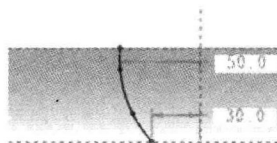
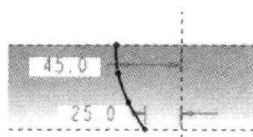

图 1.5 草绘 1
图 1.6 草绘 2
Step4. 创建图 1.5 所示的草绘特征——草绘 1。单击工具栏中的“草绘”按钮 ；选取
FRONT 基准平面为草绘平面, 选取 RIGHT 基准平面为参考平面, 方向为 **右**; 绘制图 1.5 所示的草图。
Step6. 创建图 1.6 所示的草绘特征——草绘 2。单击工具栏中的“草绘”按钮 ; 选取 FRONT 基准平面为草绘平面, 选取 RIGHT 基准平面为参考平面, 方向为 **右**; 绘制图 1.5 所示的草图。